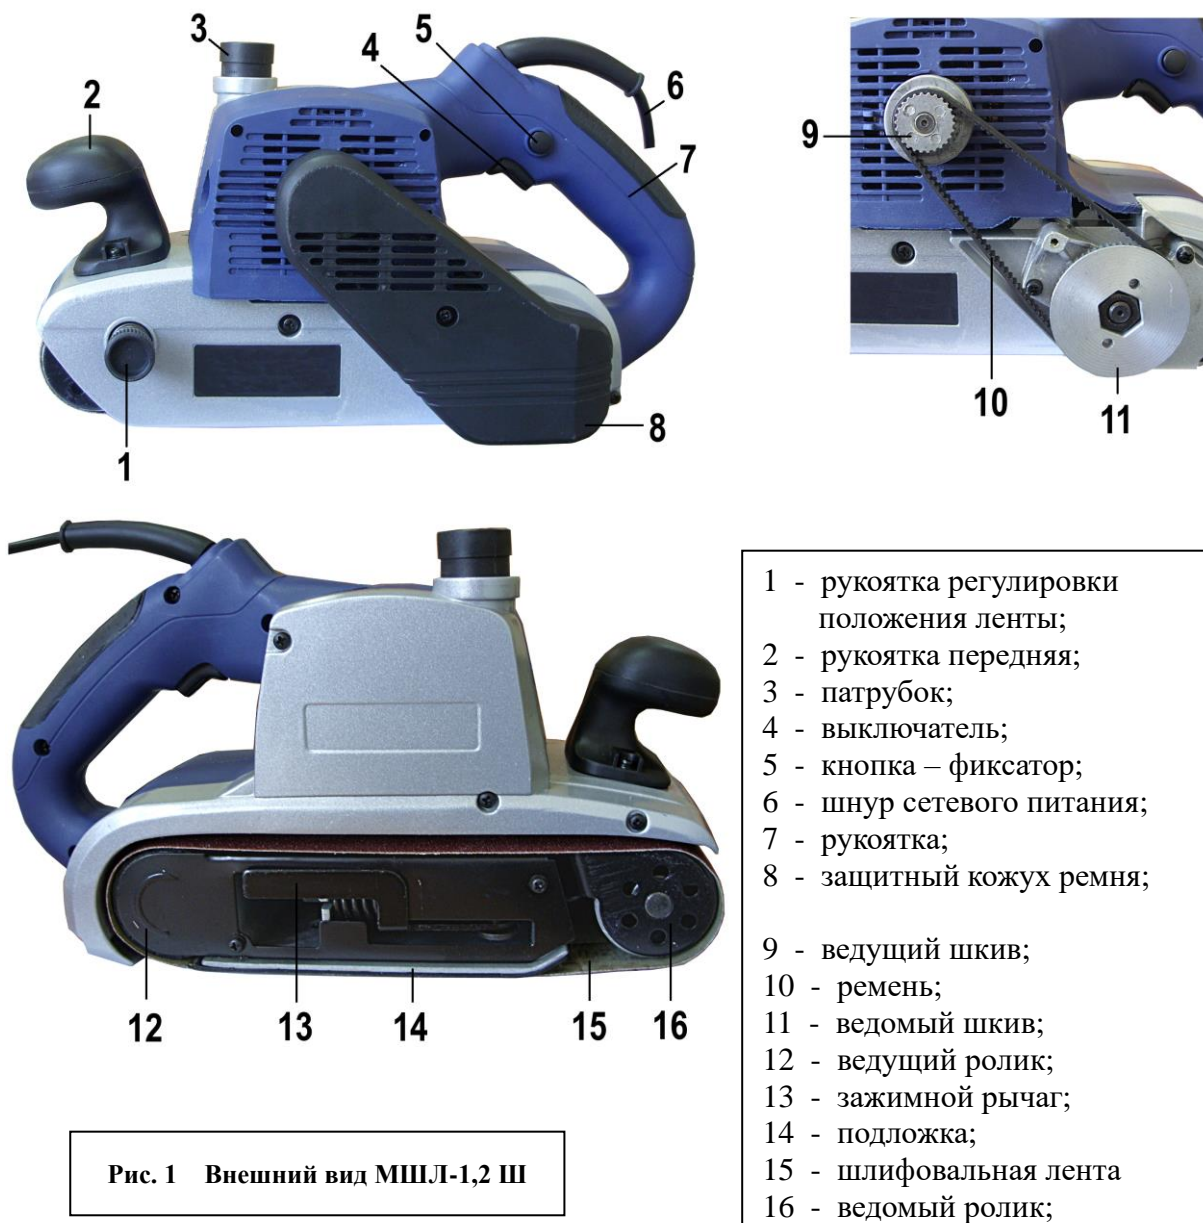

Рис. 1 Внешний вид МШЛ-1,2 Ш
4.1. Машина (Рис. 1) состоит из следующих основных частей: электродвигателя, узла перемещения шлифовальной ленты и рукоятки.